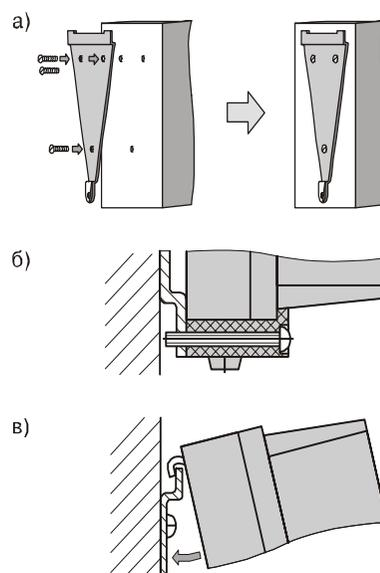

Рис. 17
1. Закрепить кронштейн тремя винтами М4 на поверхности, предназначенной для установки прибора (см. *прил. 5* и рис. 17, а).
2. Зацепить крепежный уголок на задней стенке прибора за верхнюю кромку кронштейна (рис. 17, б)
3. Прикрепить прибор к кронштейну винтом М4 x 35 из комплекта поставки (рис. 17, в).